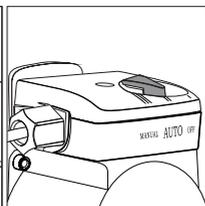

Fig. 07
- Posicione o seletor no modo "AUTO" [Fig. 07].